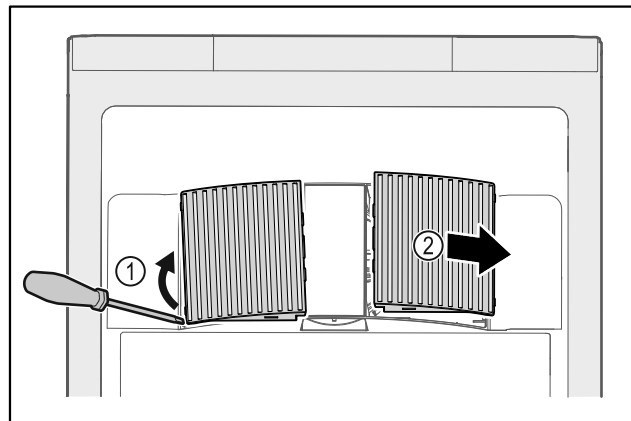

Fig. 144
- ▶ Pokrov ventilatorja previdno dvignite s strani Fig. 144 (1) in ga odstranite v smeri naprej Fig. 144 (2).